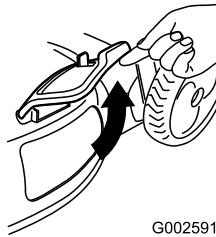

Figure 32
2. Lift open the side discharge door (Figure 32).